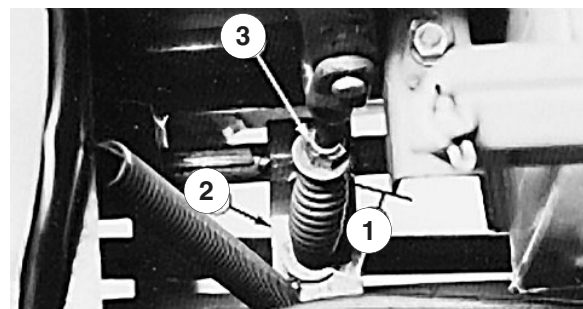

Figure 39
4. Si elle doit être modifiée, tenez la tête de la vis de réglage avec une clé (placée sous le bras de commande de la prise de force) et tournez le contre-écrou (Fig. 39).